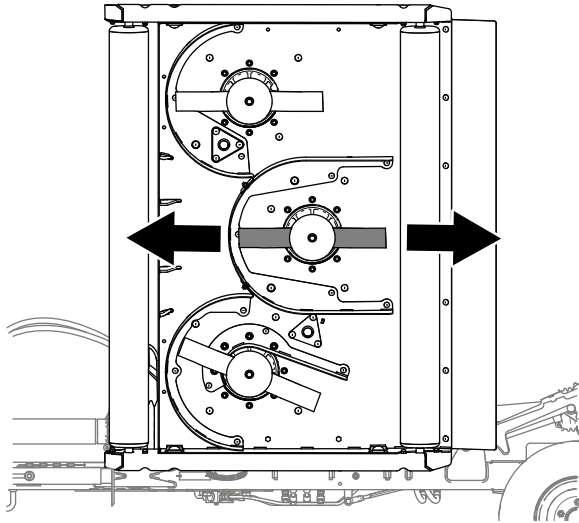

Figura 72
1. Por cada carcasa del cortacésped cuya inclinación esté ajustando, alinee la cuchilla del cortacésped central tal y como se muestra en la Figura 72.